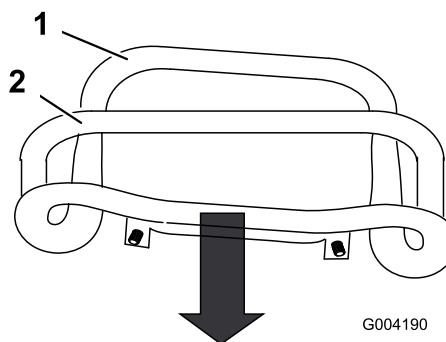

Рисунок 51
3. Потяните рычаг управления тягой назад, чтобы передняя часть рычага коснулась контрольной штанги (Рисунок 51).